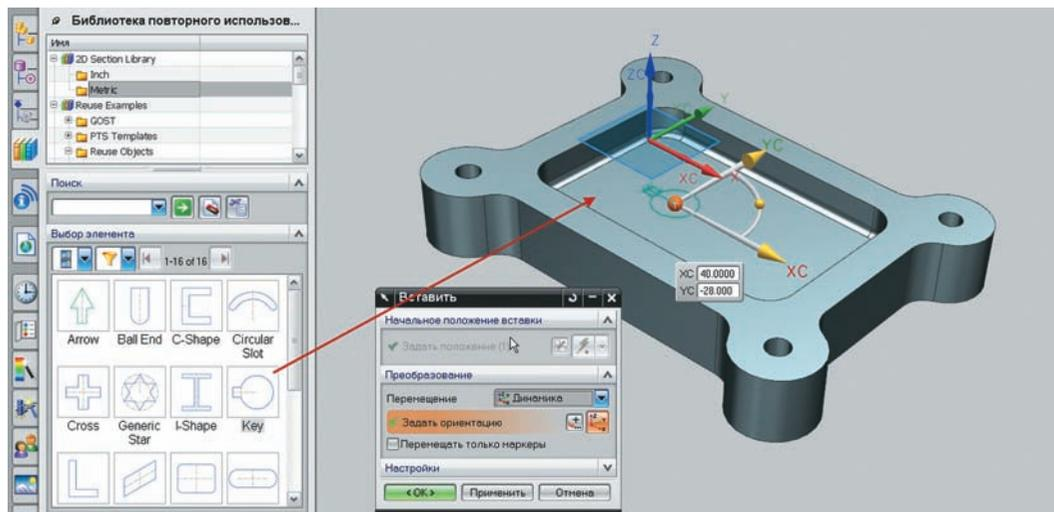

Рисунок 2.20. Вставка плоского контура из библиотеки
- Выделите один из примеров и перетащите его на грань модели. Контур будет расположен на грани, и появится маркер динамического позиционирования, который можно использовать для примерного позиционирования контура на грани (рис. 2.20).